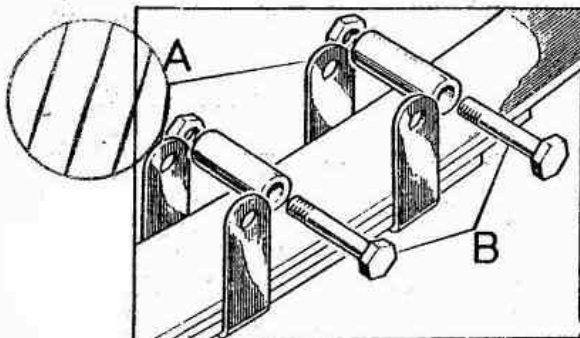

Fig. E -25 Abrazadera de las ballestas
- 1.1. Soltar los pernos, B (Fig. E -25), de fijación de las abrazaderas.